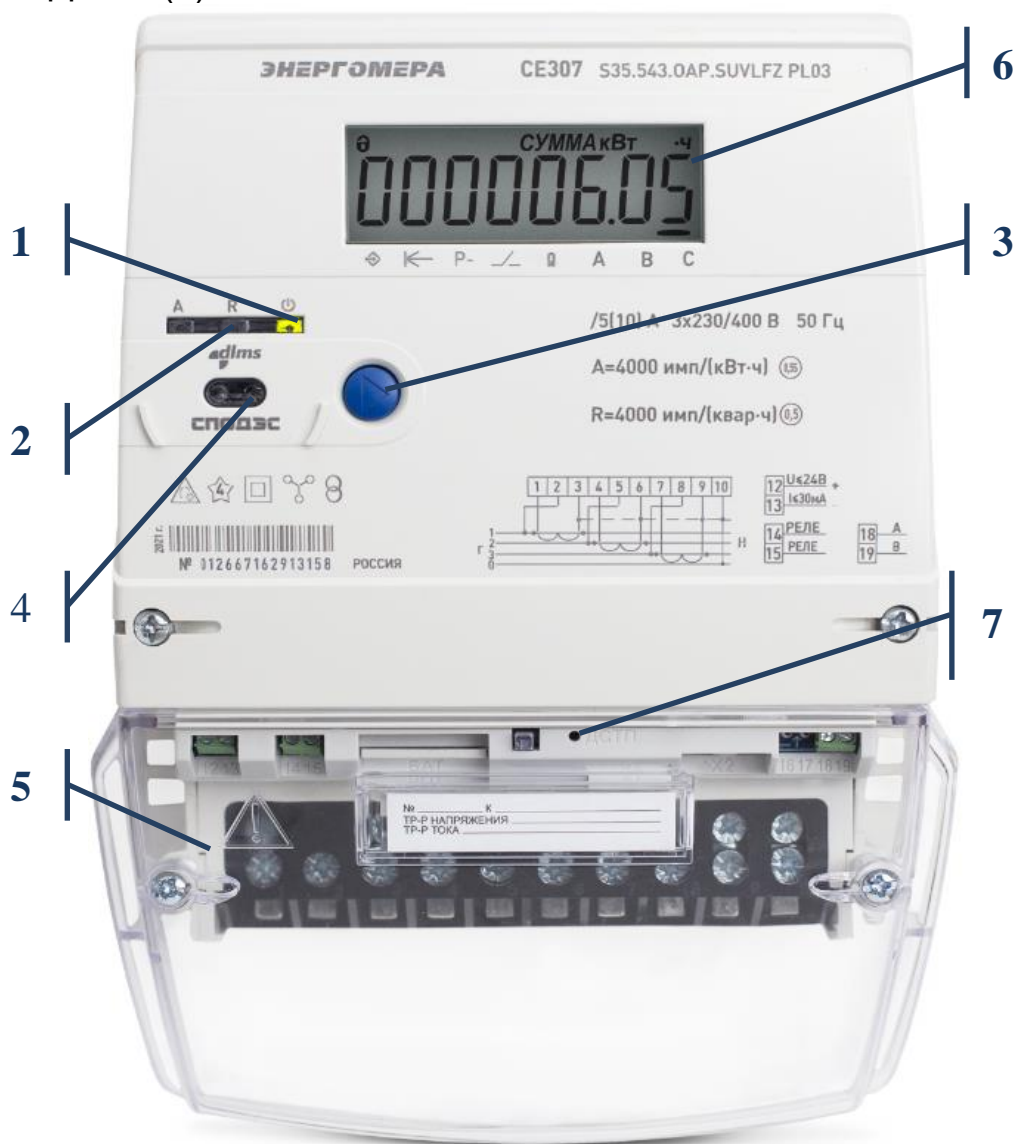

Рисунок 2 – Внешний вид счетчика CE 307 S35
3.8.3.2 На лицевой панели счетчика CE 307 S35 расположены (см. рисунок 2):
- световой индикатор функционирования «СЕТЬ» (1);
- один световой индикатор учета активной энергии (A) и один световой индикатора учета реактивной энергии (R) (2);
- кнопка «КАДР» (3);
- элементы оптического порта (4);
- клеммная крышка (5);
- жидкокристаллический индикатор (6);
- кнопка ДСТП (7).